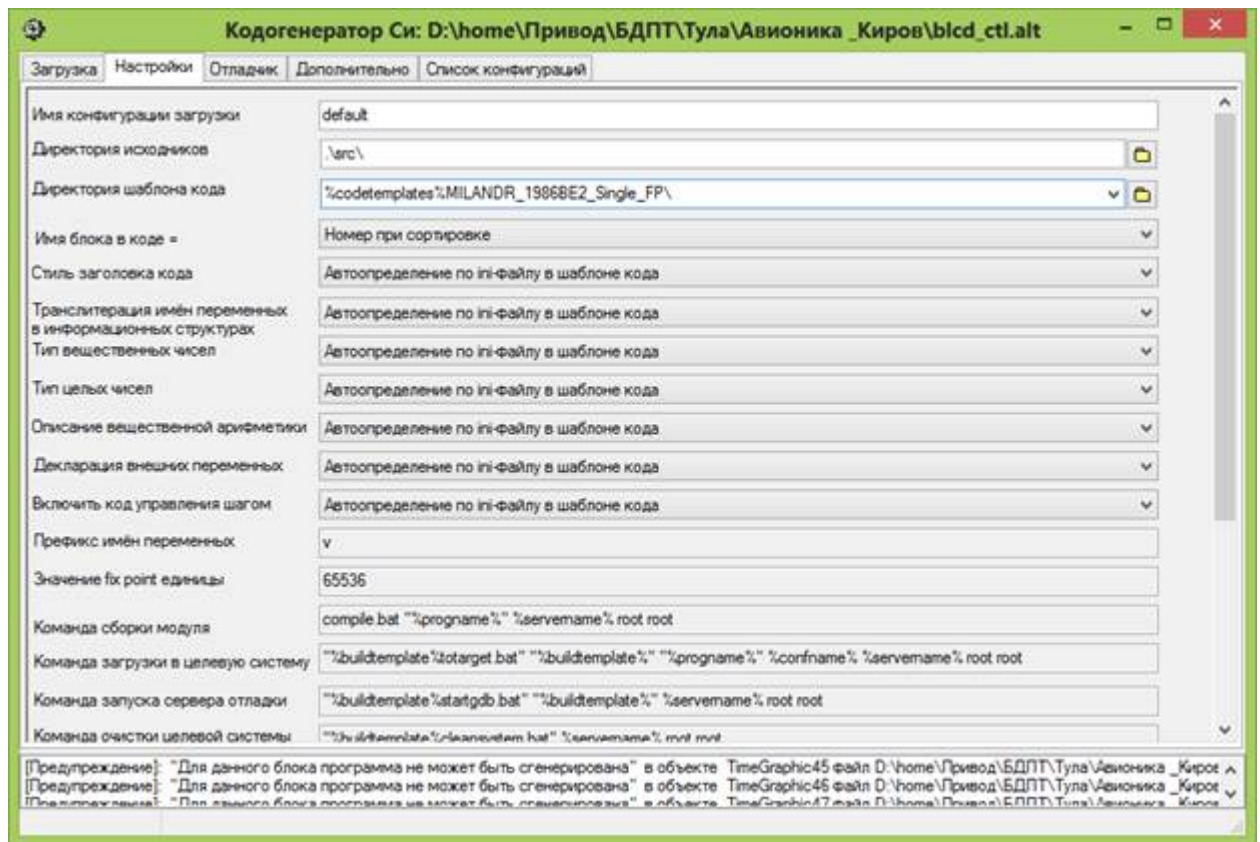
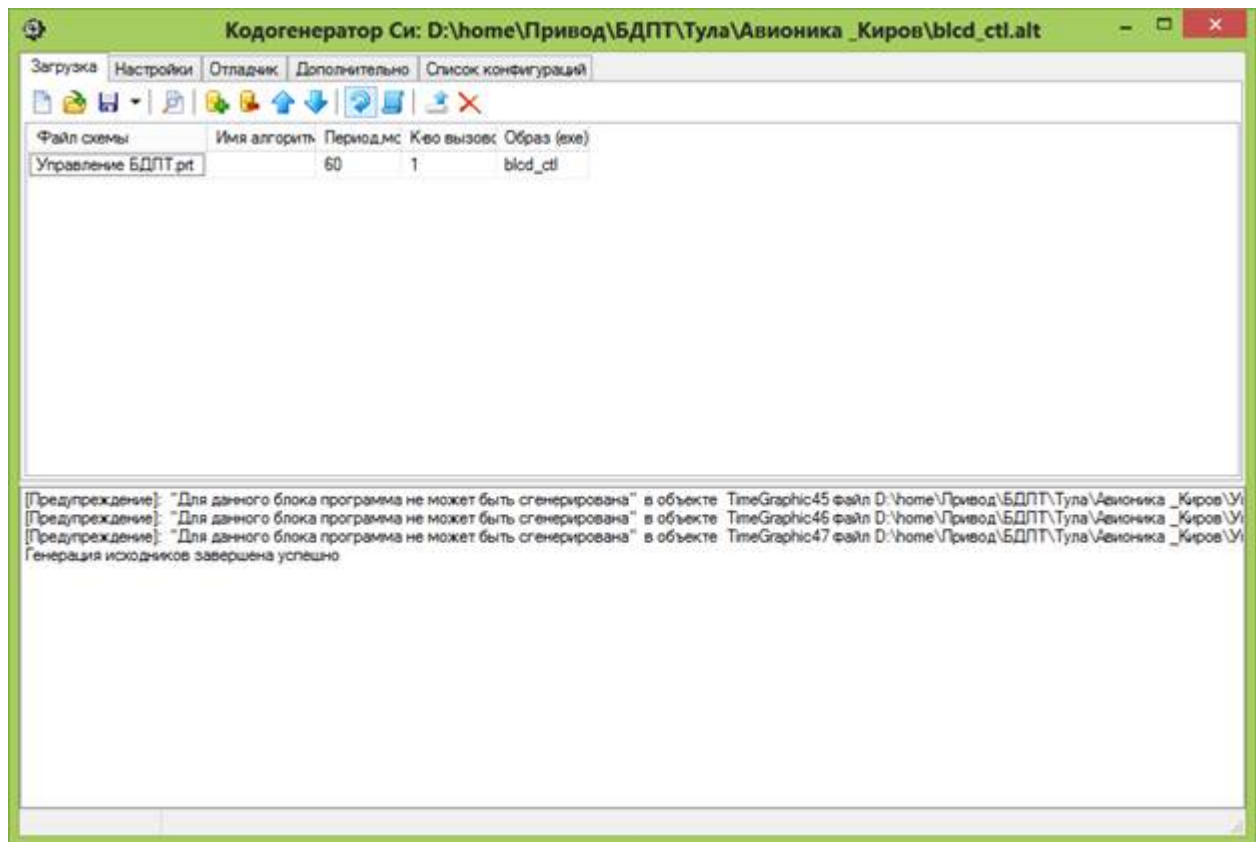

Рисунок 11. Настройки кодогенератора
Рисунок 14. Сообщения кодогенератора
6. Перейдите на вкладку **Настройки**. На данной вкладке необходимо заполнить следующие поля (Рисунок 11. Настройки кодогенератора на странице 13):
7. Перейдите на вкладку **Загрузка** и нажмите на кнопку **Пересобрать модули и конфигурацию**. В окно сообщений будет выдана информация о результатах кодогенерации см.(Рисунок 11. Настройки кодогенератора на странице 13, Рисунок 14. Сообщения кодогенератора на странице 16).